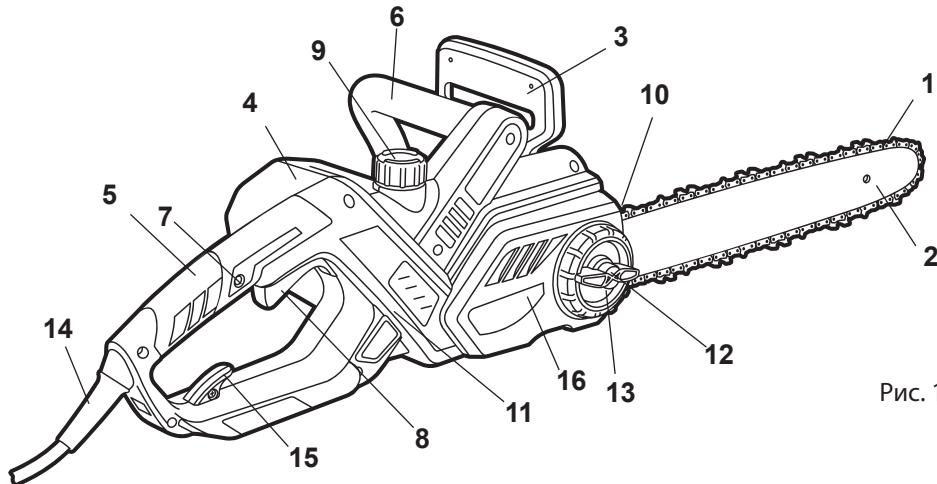
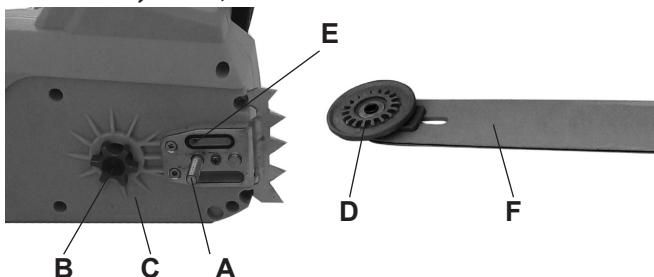

Рис. 1
Рис. 2
1. Установите тормоз цепи 3 (Рис. 1) в нерабочее положение, потянув на себя в направление к передней ручке.
2. Открутите ручку фиксации защитной крышки 12 (Рис. 1) и кольцо регулировки натяжения 13 (Рис. 1)
3. Снимите защитную крышку 16 (Рис. 1)
4. Наденьте на шину F (Рис. 2) пильную цепь 1 (Рис. 1), проверив правильность расположения зубьев цепи.
10. Затяните ручку фиксации крышки **12** (рис.1) до упора для плотной фиксации направляющей шины на корпусе пилы.
1. Для заполнения масляного бака откройте крышку 9 (Рис.1), при этом следите, чтобы в бак не попала грязь. Заполните бак маслом. Удалите остаток масла с горловины и из внутренней полости крышки. В крышке имеется воздушный клапан при засорении которого насос не работает. Следите, чтобы при эксплуатации пилы этот клапан оставался чистым.
2. Закройте плотно крышку. Во время работы периодически обращайте внимание на уровень масла через окно контроля уровня масла 11 (Рис.1).
В случае, если следов масла не видно, необходимо прочистить в корпусе редуктора выходное отверстие для масла E (Рис.2) и соответствующее отверстие в шине E1.